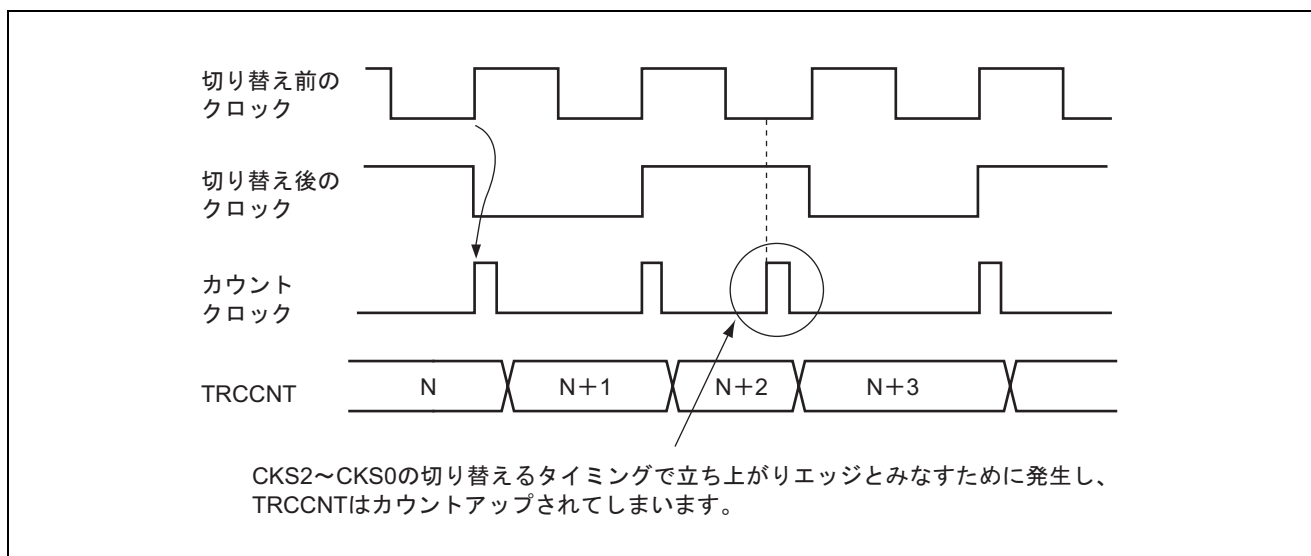

図 15.38 内部クロックの切り替えと TRCCNT 動作
3. 内部クロックを切り替えるタイミングによっては、TRCCNTがカウントアップされる場合があります。内部クロックを使用する場合、システムクロック ( $\phi$ ) を分周した内部クロックの立ち上がりエッジを検出してカウントクロックを発生しています。そのため図15.38のように切り換え前のクロック “Low” →切り換え後のクロック “High” レベルのようなタイミングでクロックが切り換わると、切り換えタイミングを立ち上がりエッジとみなしてカウントクロックを発生し、TRCCNTがカウントアップされます。